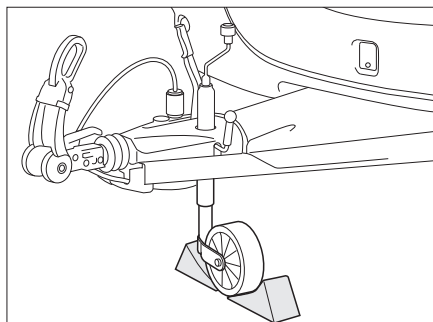

Bild 158 Säkra stödhjulet
- Ställ stödhjulet tvärs mot färdriktningen och säkra det med lämpliga hjälpmedel (Bild 158).